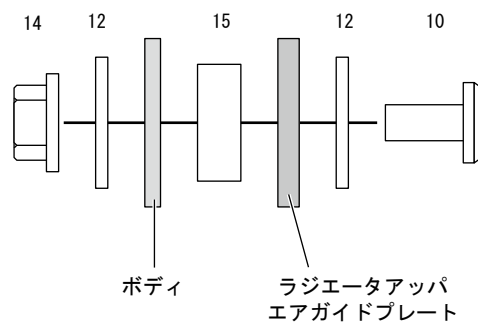

図 22
(22) ラジエータアップエアガイドプレートを取付けてください。(21) で開けたφ7穴部はキットパーツを使用して固定してください。(図22)